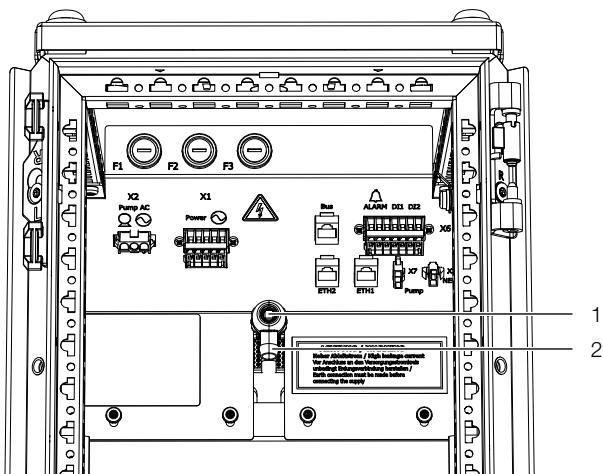

Abb. 95: Entlüftung des Wärmetauschers
- Stecken Sie den Ablaufschlauch aus dem Zubehör oben am Entlüftungsventil auf den Steckverbinder (Abb. 95, Pos. 2).
- Öffnen Sie das Entlüftungsventil (Abb. 95, Pos. 1) mit dem Vierkantschlüssel aus dem Lieferumfang